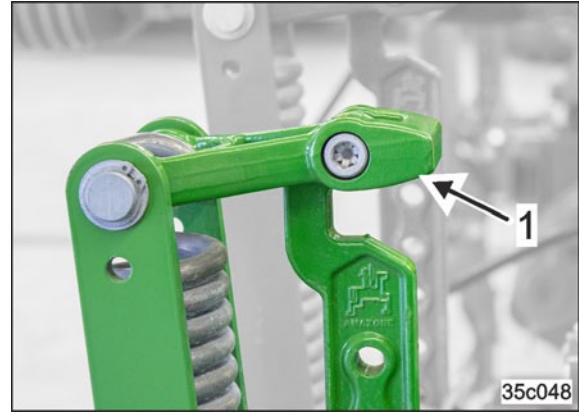

Fig. 114
La empuñadura empotrada (Fig. 114/1) sirve para el ajuste seguro de la profundidad de trabajo.
2. Sujetar el borrahuellas por la empuñadura empotrada (Fig. 114/1)